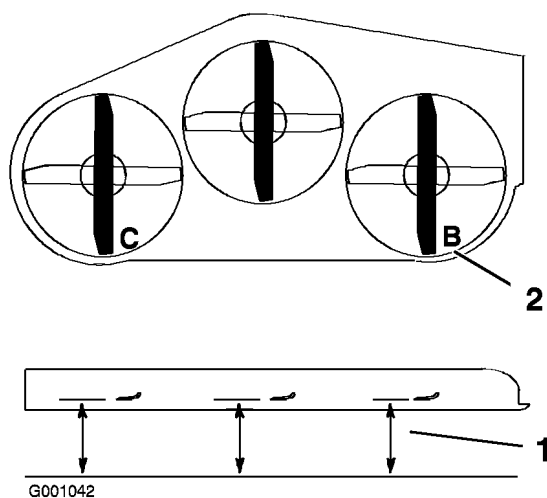

Figura 76
1. Disponete la lama destra in posizione longitudinale (Figura 76).
2. Misurate la lama destra al punto **B** da una superficie piana fino al tagliente della punta della lama (Figura 76).
4. Disponete la lama sinistra in posizione longitudinale (Figura 76).
- Misurate la lama sinistra al punto **C** (Figura 76), da una superficie piana fino al tagliente della punta della lama.